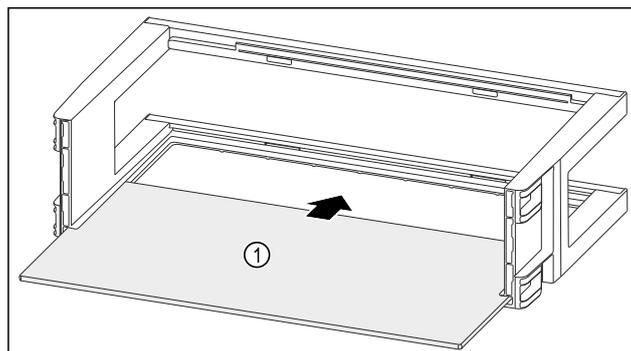

Fig. 111
- Insérer la tablette de rangement Fig. 111 (1) dans les évidements latéraux.